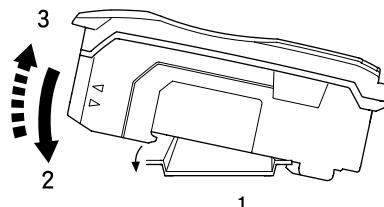

图 1
- 1、安装在DIN轨道上时 , 如图 1 , 将主机底部的卡槽与轨道对齐 , 按照箭头 1 的方向推动主机的同时 , 使其往箭头 2 的方向倾斜。